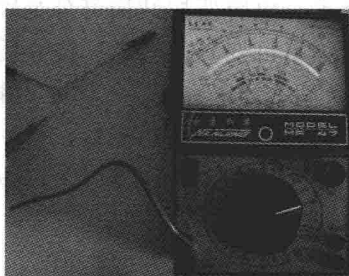

图 1-1-6 热敏电阻器的检测
4) 热敏电阻器的检测: 检测热敏电阻器时, 在常温下用万用表 $R \times 1 \Omega$ 挡来测量。在正常时的测量值应与其标称阻值相同或接近 (误差在 $\pm 2 \Omega$)。如图 1-1-6 所示。